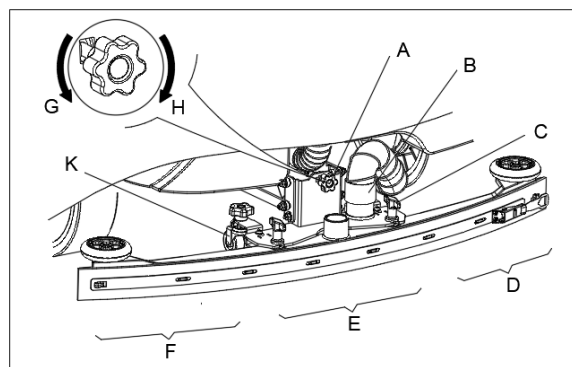

Figura 10
1. Instalați racleta și strângeți piulițele (C, Figura 10), apoi conectați furtunul de aspirare (G) la racletă.
2. Ajustați racleta cu ajutorul mânerului de ajustare (A).
- a) Dacă este un spațiu gol între podea și secțiunea din mijloc a lamei racletei din spate (E), ajustați butonul (A) în sensul acelor de ceasornic (H) până când toate secțiunile lamei racletei din spate a racletei sunt în contact ferm cu solul, iar lama din față atinge ușor solul.
- b) Dacă este un spațiu gol între podea și ambele capete ale lamei din spate (D și F) ajustați butonul (A) în sensul invers acelor de ceasornic (G), până când toate secțiunile lamei racletei din spate sunt în contact ferm cu solul, iar lama din față atinge ușor solul.